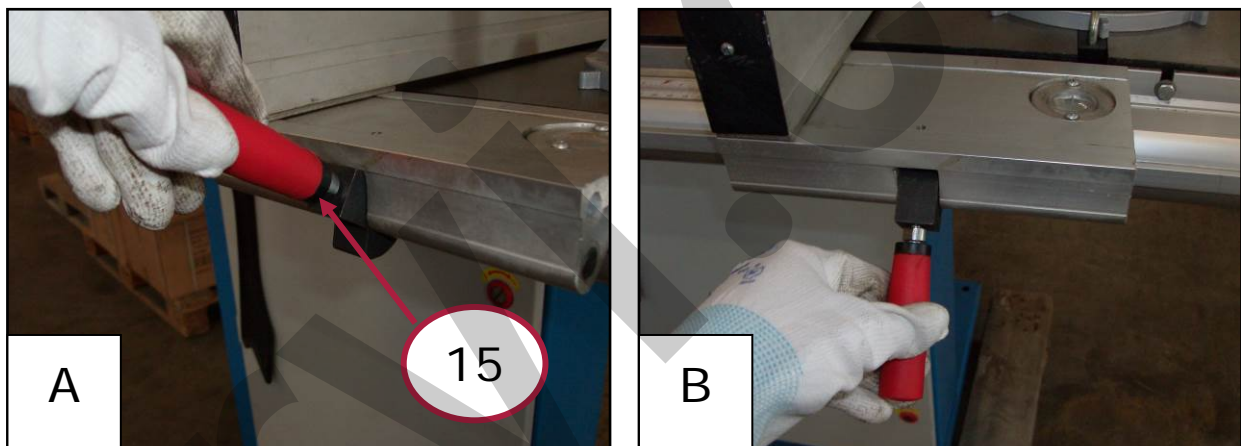

Figura 14 – Leva di fissaggio della squadra (A: Sbloccata – B: Bloccata).
- sollevare la leva rossa di bloccaggio della squadra (15 in Figura 14/A), per sbloccare la traslazione laterale della squadra stessa;
- bloccare la squadra nella posizione voluta, abbassando la leva rossa di bloccaggio (15 in Figura 14/B).